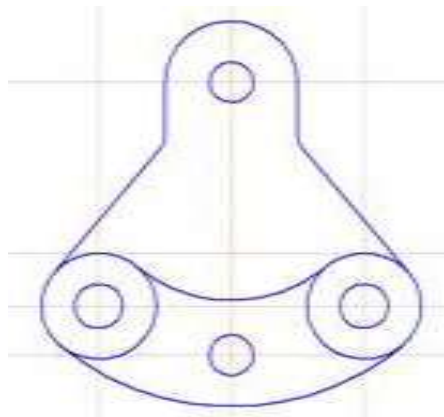

Рисунок 3.16 – Создание вспомогательных линий
17. Для построения треугольника в центре детали прочертите вспомогательные осевые линии с помощью **Параллельной прямой** (на 26 мм выше вспомогательной линии, находящейся в центре окружностей диаметром 52 мм (рисунок 3.16)).